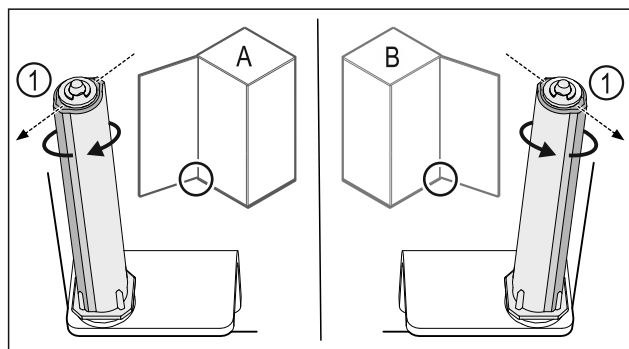

Fig. 37 Vasakpiiraja (A) / parempiiraja (B)
- ▶ Keerake ukسلukustussüsteemi vastu takistust, kuni ukسلukustussüsteemi vahetugi Fig. 37 (1) on suunatud väljapoole.